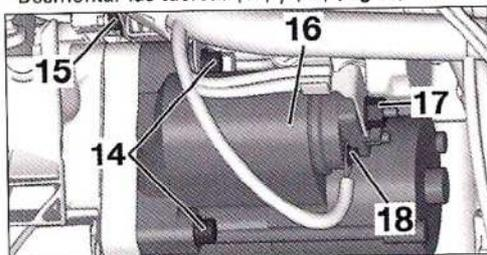

FIG. 10
- Desmontar la tuerca (12) con su depósito (12).
- Desmontar las tuercas (17) y (18) (Fig.10).